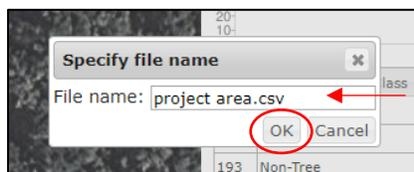

Figura 47. Especificar el nombre del archivo en i-tree
- 1.9. El Desarrollador de Proyecto deberá de especificar el nombre del archivo y seleccionar [Ok] (Figura 47).